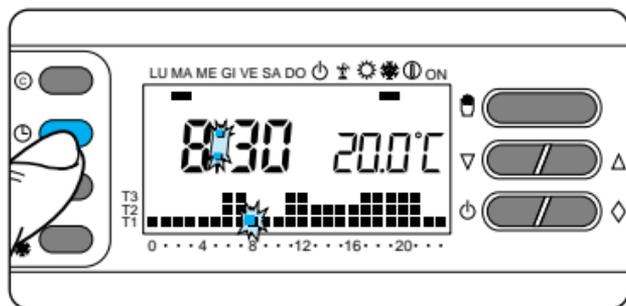

Fig. 23
3.8- Premere il pulsante  per terminare la procedura di impostazione ora e giorno (fig. 23).